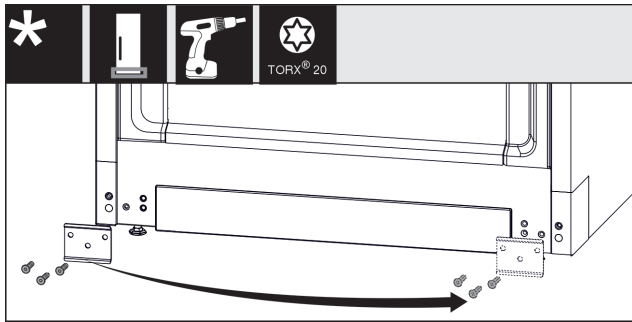

Fig. 15
- Svitare la lamiera Fig. 15 (1), girarla sull'alto lato e riavvitarla.